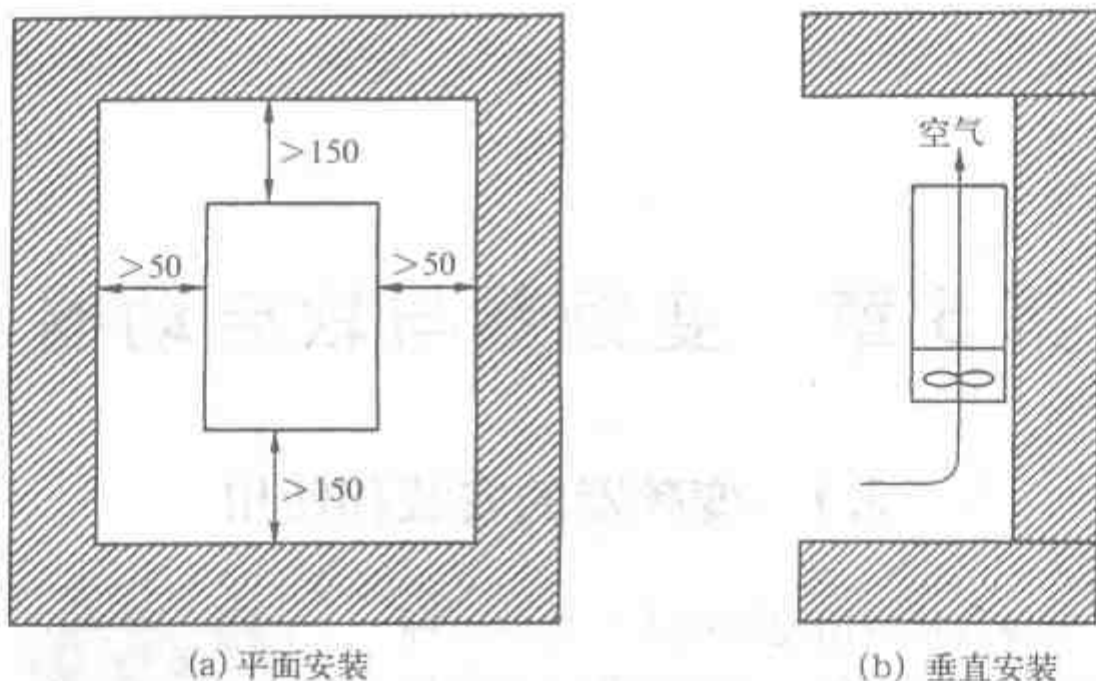

图 5-2 变频器的安装
(1) 变频器应安装在无水滴、无蒸汽、无灰、无油性灰尘的场所。该场所还必须无酸碱腐蚀，无易燃易爆的气体和液体。
(2) 变频器在运行中会发热，为了保证散热良好，必须将变频器安装在垂直方向，因变频器内部装有冷却风扇以强制风冷，其上下左右与相邻的物品和挡板必须保持足够的空间。平面安装如图 5-2 (a) 所示，垂直安装如图 5-2 (b) 所示。
(3) 变频器在运转中，散热片的附近温度可上升到 90°C ，变频器背面要使用耐温材料。
(4) 将多台变频器安装在同一装置或控制箱里时，为减少相互热影响，建议横向并列安装。必须上下安装时，为了使下部